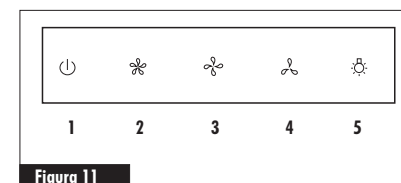

Figura 11
- Para a coifa C9PATB, o controle touch possui 5 botões (Figura 11)